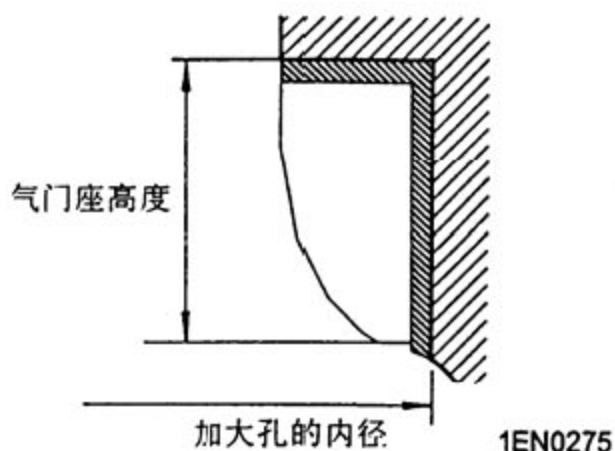

图 4-14
2). 重镗气缸盖上的气门座, 使之与所选择的加大直径的气门座相匹配 (见图 4-14)